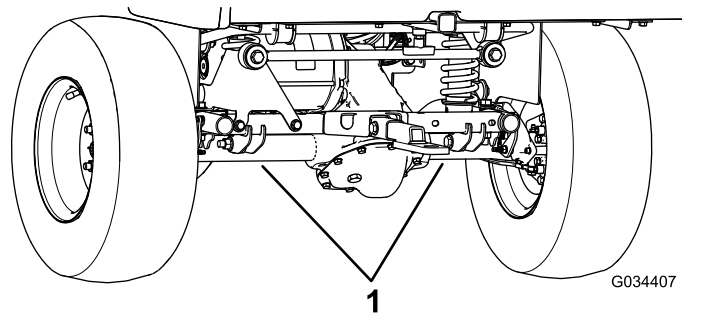

Figure 25
- Le point de levage arrière de la machine est situé sous les tubes d'essieu (Figure 25).